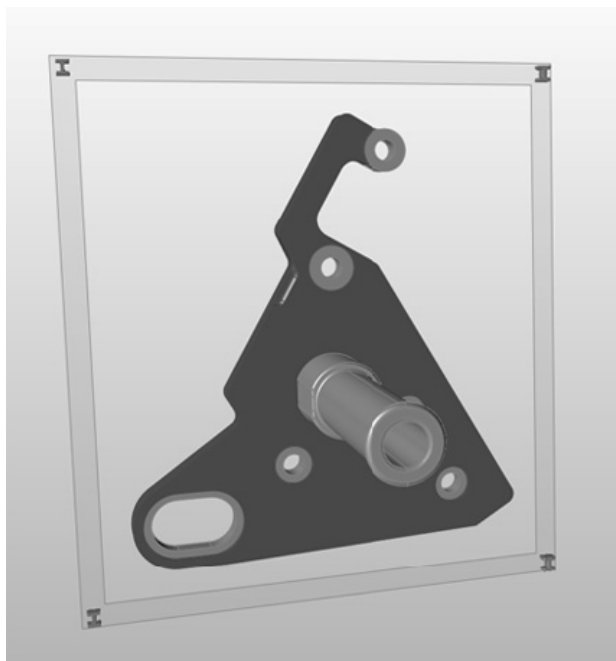

图 7-4
- 4) 单击一个设计空间，对其施加拔模方向，如图 7-4 所示。右击退出该工具。